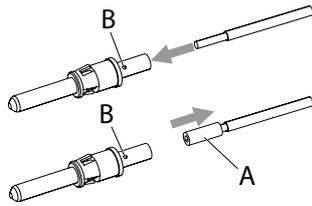

Abb. 10: Pilotkontakte
1. Die abisolierte Kabellitze in den Anschlussbereich des Kontakts einschieben (**Abb. 10** bzw. **Abb. 12**).
1. Die Reduzierhülse (A) in **Abb. 10** bzw. **Abb. 12** auf die abisolierte Kabellitze aufschieben und die Kabellitze zusammen mit der Reduzierhülse in den Anschlussbereich des Kontakts einschieben.
2. Die Kabellitze (ggf. inkl. Reduzierhülse) so tief in den Kontakt einschieben, bis diese in der Prüfbohrung (**Abb. 10/B** bzw. **Abb. 12/B**) sichtbar wird.